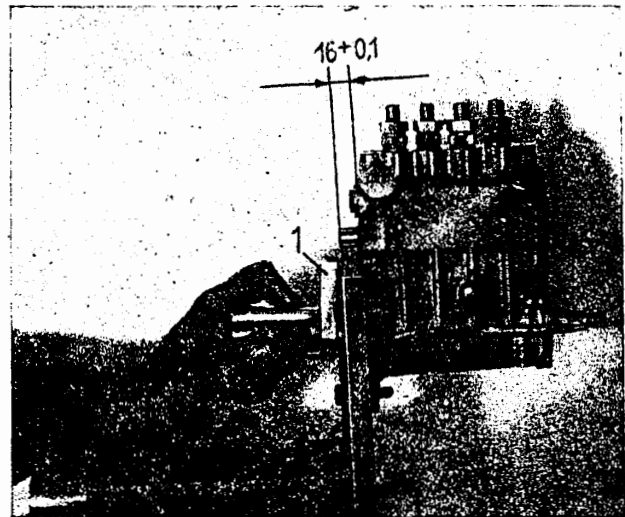

Bild M 169. Abstand zwischen Flanschflächen und Einstellvorrichtung (Werkzeug Nr. W 212) prüfen (1)
8. Den Kegel der Nockenwelle auf der Flanschseite der Einspritzpumpe mit Einstellvorrichtung (Werkzeug Nr. W 212) einstellen. Das Maß zwischen Flanschfläche der Einspritzpumpe und Einstellvorrichtung (Werkzeug Nr. W 212) beträgt $16^{+0,1}$ mm. Zum Einstellen entsprechende Paßscheiben zwischen Kegelrollenlager und Deckel legen (Bild M 169).